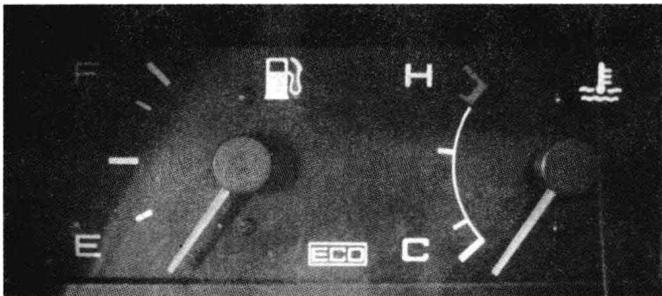

图 1-3 燃油表（左）和水温表（右）
(2) 燃油表（见图 1-3 左）：用于指示燃油箱内燃油量，显示值为满至零。
(3) 水温表（见图 1-3 右）：用于指示发动机水箱内冷却水的温度，单位为摄氏度（℃），红色区域为水温过高，正常水温应在 80℃~90℃ 之间。